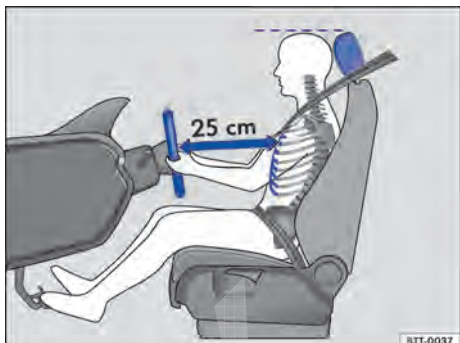
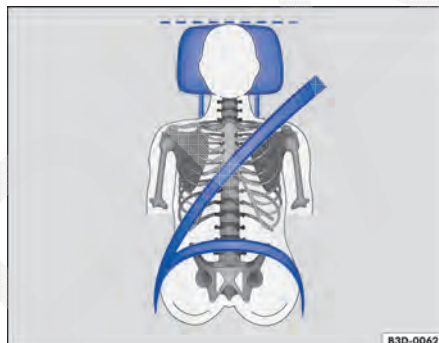

Fig. 39 A distância correta entre o condutor e o volante deve ser de, no mínimo, 25 cm.
Fig. 40 Posição correta do cadarço do cinto de segurança e ajuste correto do apoio para cabeça.
- Ajustar o apoio para cabeça de modo que a sua borda superior se encontre preferencialmente na mesma linha da parte superior da cabeça – porém não abaixo da altura dos olhos. Posicionar a nuca tão próxima quanto possível do apoio para cabeça ⇒ Fig. 39 e ⇒ Fig. 40.
- Ajustar o volante de modo que a distância entre ele e o tórax tenha no mínimo 25 cm ⇒ Fig. 39 e que o condutor possa segurar o volante pela borda externa com as duas mãos e os braços ligeiramente dobrados.